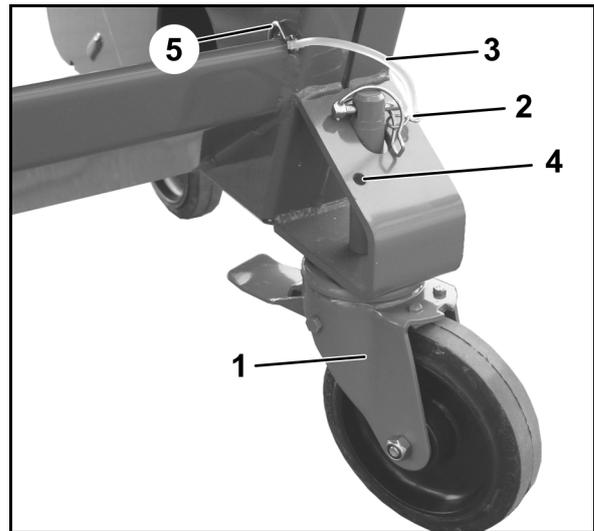
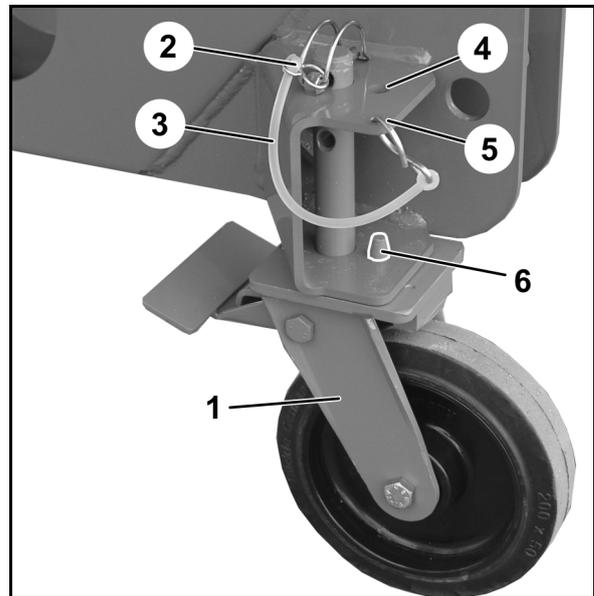

Fig. 9
Fig. 10
- Fissare le spine d'arresto con il nastro di sicurezza (Fig. 9/3; Fig. 10/3) alla macchina (Fig. 9/5; Fig. 10/5).
5. **Rulli orientabili** sulla parte anteriore (Fig. 9/1),
**Rulli rigidi** sulla parte posteriore (Fig. 10/1)
- o montare e assicurare con le spine d'arresto (Fig. 9/2; Fig. 10/2), oppure
Quando i rulli di trasporto non vengono utilizzati, le spine d'arresto andranno fissate in posizione di riposo (Fig. 9/4; Fig. 10/4).
Durante il montaggio dei rulli rigidi, fare in modo che il perno (Fig. 10/6) innesti nel foro del telaio, mantenendo così tutti i rulli in direzione longitudinale.